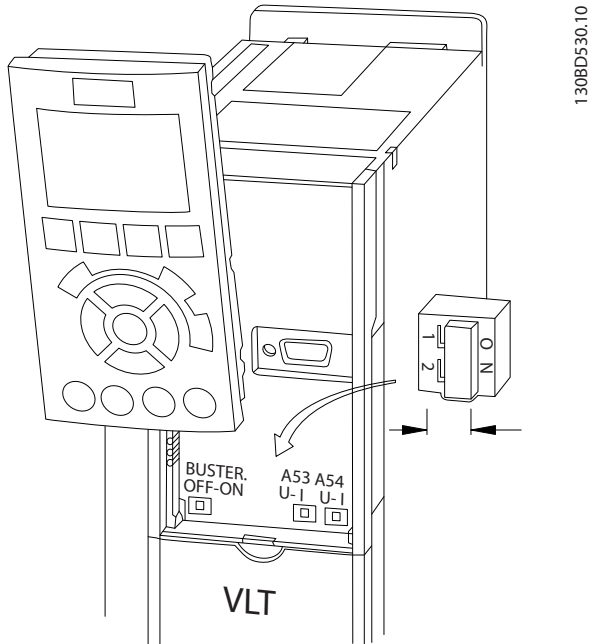

Abbildung 4.27 Lage der Schalter für die Klemmen 53 und 54
1. Entfernen Sie das LCP (Local Control Panel) (siehe *Abbildung 4.27*).
- Ein Schalter (BUS TER.) auf der Steuerkarte dient zum Zuschalten des Busabschlusswiderstands. Siehe *Abbildung 4.27*.